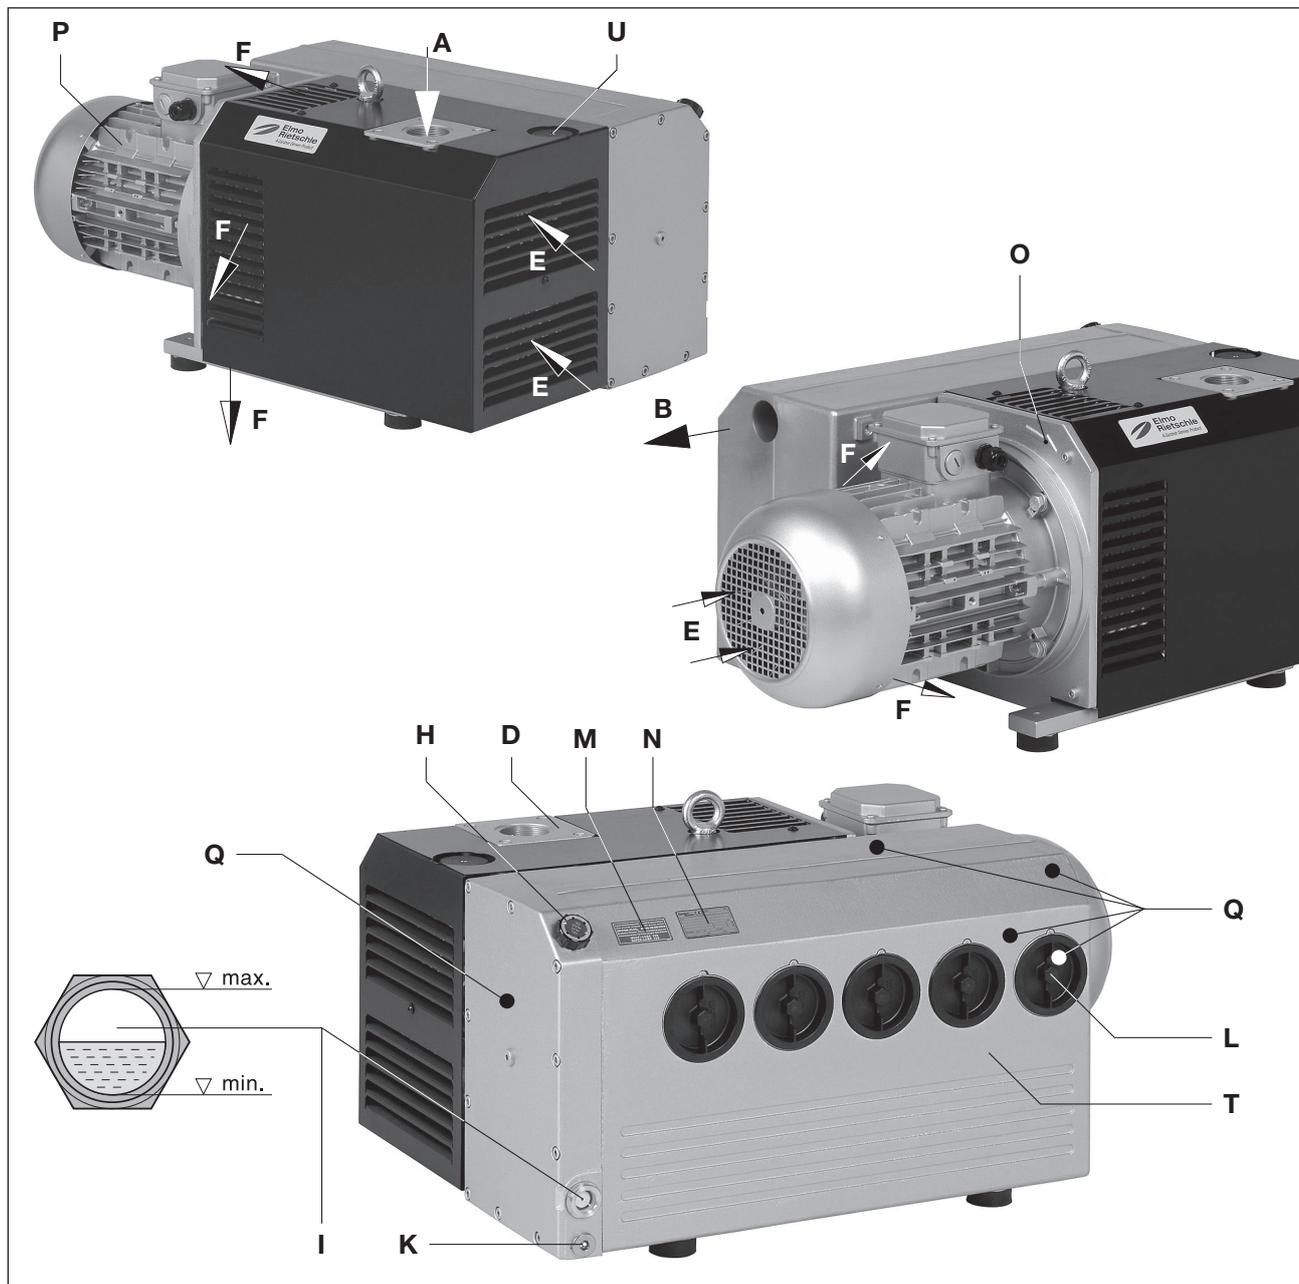

Fig. 2 Pompa per vuoto V-VC 202 / V-VC 303
Una valvola zavorra gas di serie (Fig. 2/U) impedisce la condensazione di vapore acqueo all'interno della pompa calda in caso di aspirazione di quantitativi di vapore esigui. In caso di molto vapore acqueo è possibile prevedere un aumento della zavorra gas (opzione).
Corpo filtro (Fig. 2/D), riempimento olio (Fig. 2/H), finestrella ispezione olio (Fig. 2/I), scarico olio (Fig. 2/K), zavorra gas (Fig. 2/U) e corpo separatore olio (Fig. 2/T) devono essere facilmente accessibili.
Gli ingressi (Fig. 2/E) e le uscite (Fig. 2/F) dell'aria di raffreddamento devono avere una distanza di almeno 30 cm dalle pareti vicine. L'aria di raffreddamento fuoriuscita non deve essere riaspirata. Per i lavori di manutenzione prevedere una distanza di 50 cm intorno alla macchina.
La chiusura o il restringimento delle aperture di sfiato (Fig. 2/B) può causare lesioni gravi anche mortali!
L'apertura dell'aria di scarico (Fig. 2/B) non deve essere chiusa né ristretta.
- a) Il collegamento del vuoto (Fig. 2/A) si trova sulla flangia aspirazione (Fig. 2/D).
- b) L'aria aspirata può essere soffiata attraverso l'apertura dell'aria di scarico (Fig. 2/B) o eliminata attraverso il tubo ossia la tubatura.
- a) Inserire l'olio lubrificante (tipi adatti vedi cap. "Manutenzione") attraverso l'apertura di riempimento (Fig. 2/H) fino al bordo superiore della finestrella di ispezione (Fig. 2/I).
- a) I dati elettrici del motore sono indicati sulla targhetta dati (Fig. 2/N) o sulla targhetta dati motore. I motori sono conformi a DIN EN 60034 e sono eseguiti con classe di protezione IP 55 e classe isolamento F. Lo schema di collegamento è situato nella morsettiera del motore (non si applica nella versione con collegamento a spina). I dati del motore devono essere confrontati con quelli della rete di alimentazione usata (tipo corrente, tensione, frequenza di rete, amperaggio ammesso).
Durante il funzionamento, le superfici dei componenti (Fig. 2/Q) possono superari i 70 °C. Evitare di toccare le superfici calde (contrassegnate da appositi cartelli)!